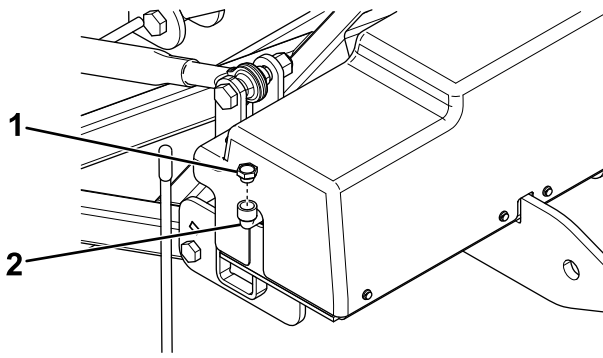

Bild 13
3. Entfernen Sie den Einfülldeckel vom Hydraulikbehälter an der Seite der Kupplungsbaugruppe (Bild 13).